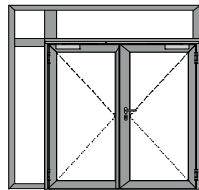

Bild 5
- Bild 5: 2flg. Tür mit Oberlicht und Seitenteil